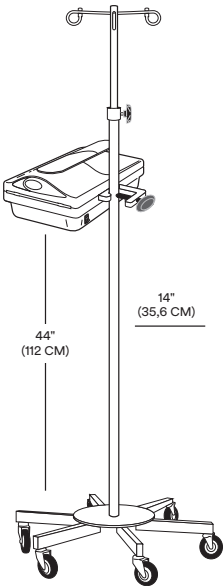

Figura 3
- 1. Fije la unidad de calentamiento de sangre/fluidos Ranger al portasueros. Apriete la abrazadera del portasueros con firmeza (vea la figura 3).